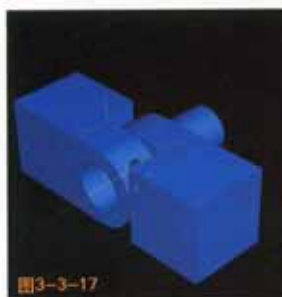

图3-3-17
7. 从主菜单中选择Constraint→Coaxial, 选择Pine和铰链中的孔, 如果需要点击Flip, 点击OK, 显示如图3-3-17所示。